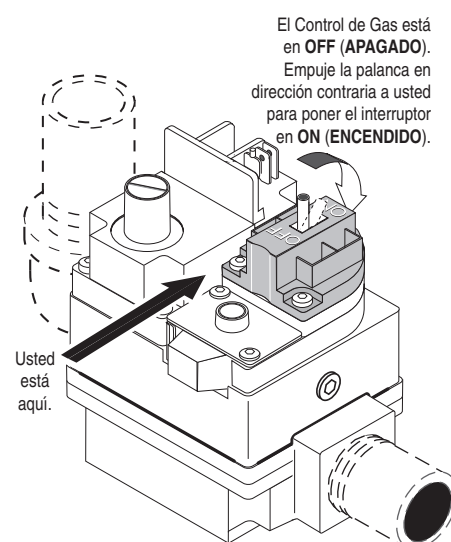

Figura 26.
6. **Válvula de Palanca:** Tire la palanca hacia usted para apagar el gas, ver **Figura 26**.
7. Espere cinco (5) minutos para sacar cualquier gas. Si luego le huele a gas, ¡DETENGASE! Siga el paso “B” de las instrucciones “Antes de Encender” (página 34). Si no le huele a gas, vaya al siguiente paso.
4. **Válvula de Palanca:** Tire la palanca hacia usted para apagar el gas, ver **Figura 26**.